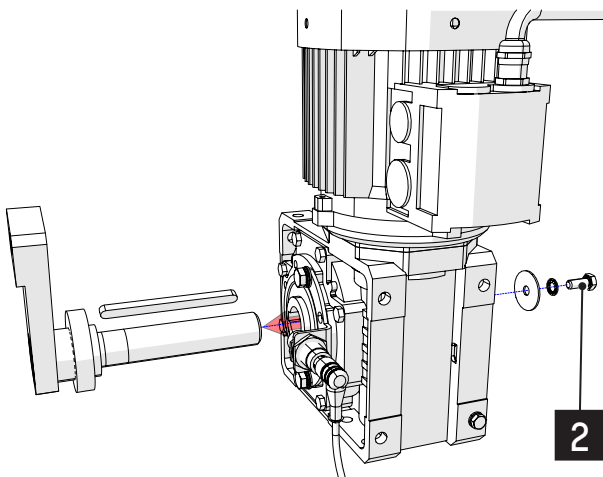

Fig. 33 - Detalj av skruven som växelmotorns vevaxel
7. Tag bort skruven (2) och tag bort växelmotorns vevaxel (⇒ Fig. 33, sid 34);